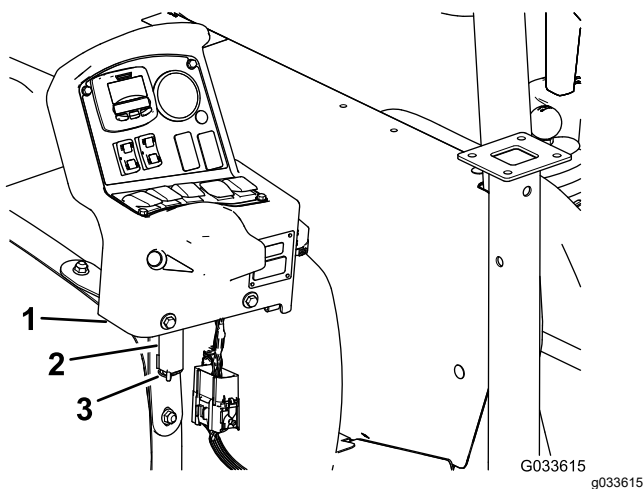

Figura 134
7. Retire la consola del soporte de montaje de la consola en el salpicadero de la máquina y alinee el pasador de giro de la consola de control con el soporte de almacenamiento del fleje delantero del depósito (Figura 134); consulte Instalación de la consola de control en la máquina (página 21).
- Monte la consola en el soporte y sujete el pasador de giro al soporte con la chaveta (Figura 134).